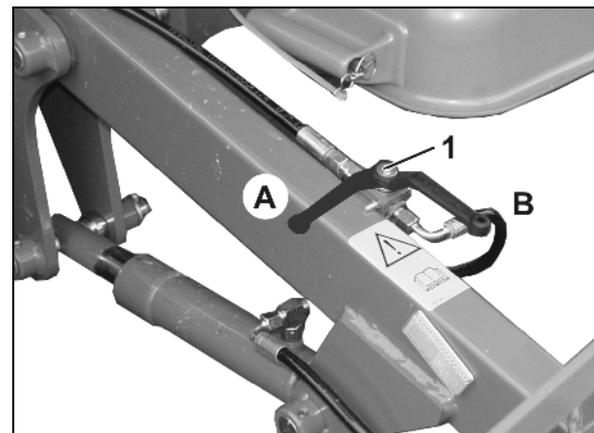

Fig. 119
7. Absperrhahn (Fig. 119/1) in Position **B** bringen.